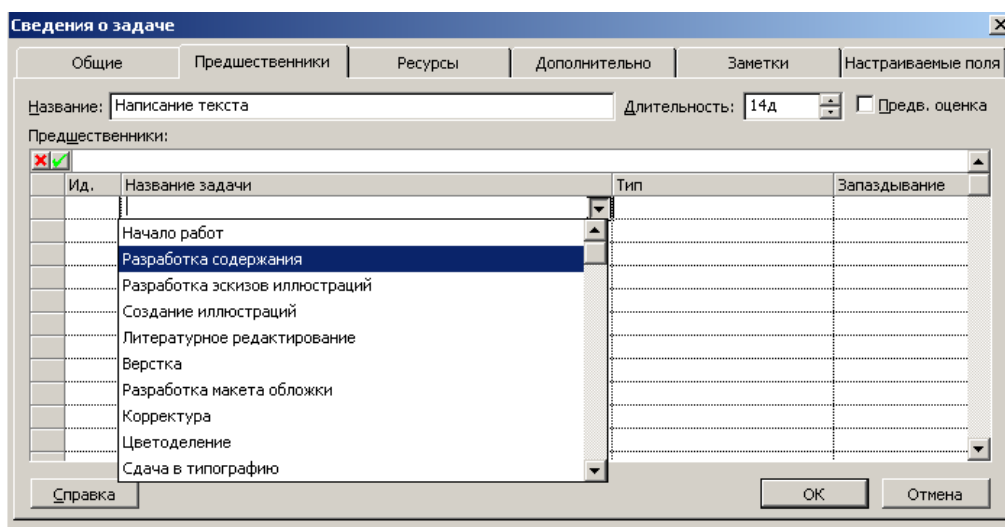

Рис. 2.20. Вкладка **Predecessors** (Предшественники) диалога **Task Information** (Информация о задаче)
- Щелкните мышью на ярлычке **Predecessors** (Предшественники), чтобы выбрать нужную вкладку (рис. 2.20).